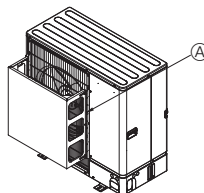

Fig. 2-5
② Sumontuokite pasirenkamąjį oro kreiptuvą, jei įrenginys montuojamas vietoje, kurioje į oro išėjimo angą gali tiesiai pūsti stiprus vėjas, pvz., uraganas ir pan. (Fig. 2-5)